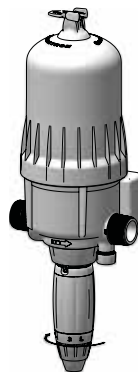

Fig. 15
- Desserrer l'écrou de verrouillage du dosage (Fig. 15).